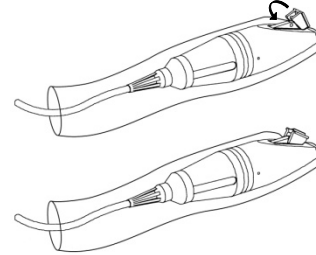

図 3
- b) ニードルガイドの開大部の端を、ニードルガイドフックに確実にめ込む（図 3）。